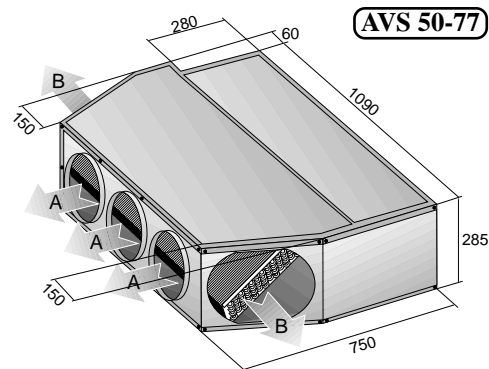

Рис. 4
Внутренний агрегат может быть либо подвешен к потолку, либо установлен на твердой (бетонной или другой) поверхности. Размеры внутреннего агрегата приведены на рис. 4.
- Установите положения четырех монтажных кронштейнов К и отметьте места анкеров (при помощи шаблона, прилагаемого к агрегату). См. рис. 4а.
Примечание: Установите блок, обеспечив между задней стенкой кондиционера и стеной зазор в 50 мм для технического обслуживания. (См. Рис. 4а).
2. Отметьте на потолке положения четырех монтажных отверстий согласно рис. 4. Воспользуйтесь для этой цели шаблоном, прилагаемым к агрегату. Закрепите соединительные детали ① и ② (см. рис. 4а) в четырех точках, отмеченных на потолке. Если не удастся воспользоваться деталями ②, используйте вместо этого детали ③. Не используйте соединительные детали ① вместо деталей ③.
6. Установите четыре винта ⑤ (см. рис. 4а), чтобы закрепить монтажные крючки на агрегате.
Рис. 4а
Примечание. Воздухоочистительная решетка установлена на задней стороне агрегата. Если этого требуют условия установки агрегата, решетка легко может быть перемещена на его верхнюю (см. рис. 4а) или нижнюю сторону.
- Агрегат снабжен тремя передними воздуховодами А, двумя боковыми воздуховодами В и одним верхним воздуховодом С (см. рис. 4).